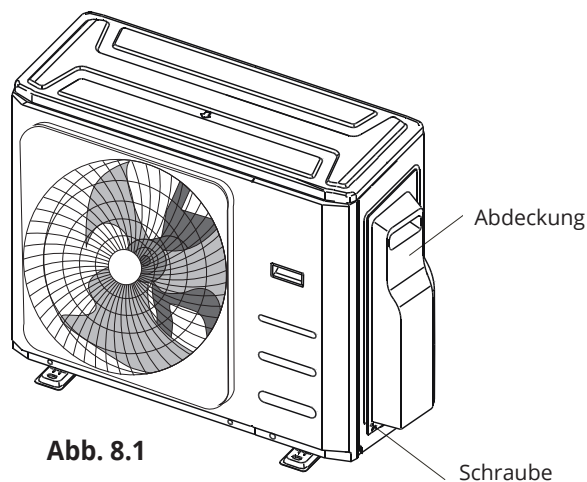

Abb. 8.1
2. Nehmen Sie den Deckel vom Elektrokasten der Inneneinheit ab. Wenn kein Deckel an der Außeneinheit vorhanden ist, demontieren Sie die Schrauben von der Wartungsplatte und entfernen die Schutztafel. (Siehe Abb. 8.1)